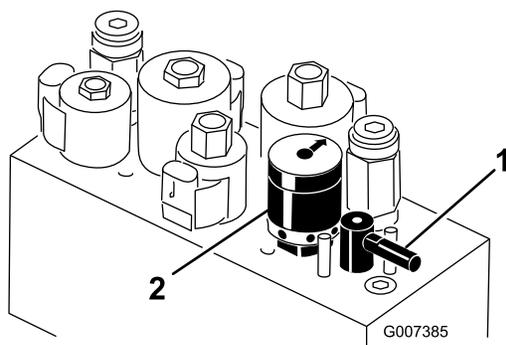

Figura 57
5. Rode a alavanca de rectificação para a posição "R" (Figura 57).
6. Rode o controlo da velocidade dos cilindros para a posição 1 (Figura 57).